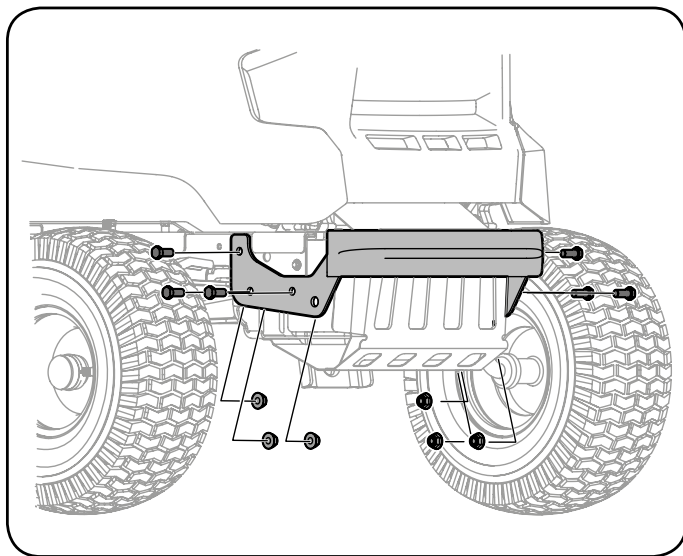

Рисунок 3-1
1. С помощью ключей на  $\frac{9}{16}$ » (14 мм) прикрепите бампер к раме трактора шестью винтами с шестигранной головкой и фланцевыми гайками (см. рис. 3-1).